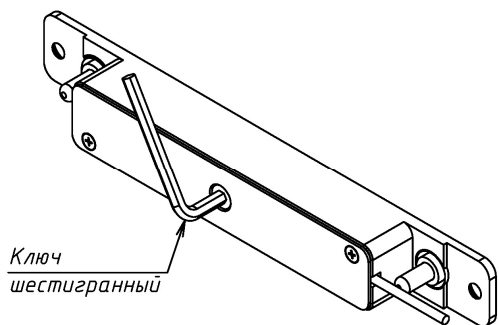
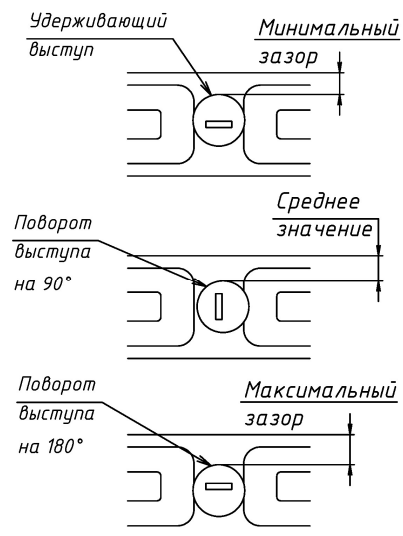

Рисунок 11
Рисунок 12
6.10 Для изменения и регулировки «гарантированного зазора» необходимо повернуть выступ, расположенный на корпусной части и выполненный эксцентрично по отношению к гнезду на якорной части. Для этого шестигранным ключом из комплекта поставки ослабить винт с обратной стороны корпуса (рисунок 11). Поворот удерживающего выступа на 90° (рисунок 12) изменяет взаимное положение удерживающего выступа корпуса и гнезда якоря в поперечном направлении на 1мм, поворот на 180° – на 2 мм. После регулировки винт необходимо затянуть.